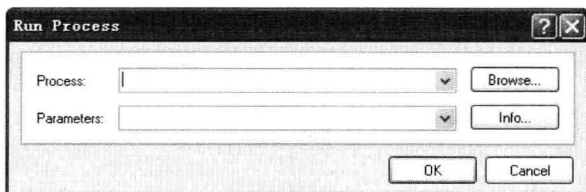

图 1-5 “Run Process” 对话框
- ◆ “Run Process”（运行进程）命令：提供了以命令行方式启动某个进程的功能，可以启动系统提供的任何进程。单击该命令将弹出如图 1-5 所示的“Run Process”（运行进程）对话框，单击其中的“Browse”（浏览）按钮将弹出“Process Browser”（进程浏览器）对话框。